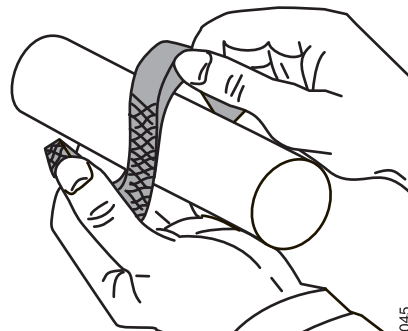

Рисунок 12: Изгиб кольца сальникового уплотнения.
- 5 Согните первое набивочное кольцо, чтобы раскрыть его, как показано на рис. рисунок 12, и оберните его вокруг вала. Тщательно запрессуйте кольцо с помощью подходящей детали или полутрубы.
- 1 Установите 5 набивочных колец. Установите набивочные кольца со смещением открытых сторон. Набивочные кольца можно изгибать лишь раскрывая в осевом направлении, см. рисунок 12.